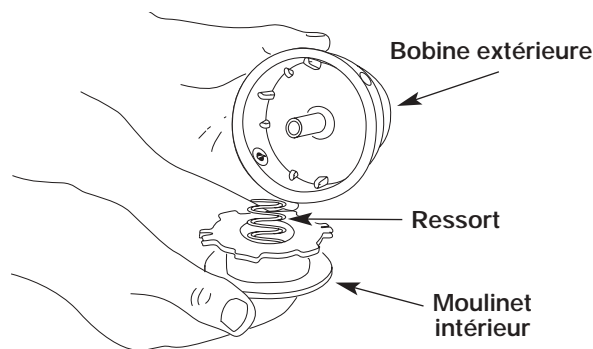

Figure 18
2. Retirez le moulinet intérieur de la bobine extérieure (Fig. 18).
3. Retirez le ressort du moulinet (Fig. 18).
2. Retirez le vieux moulinet intérieur de la bobine extérieure (Fig. 18).